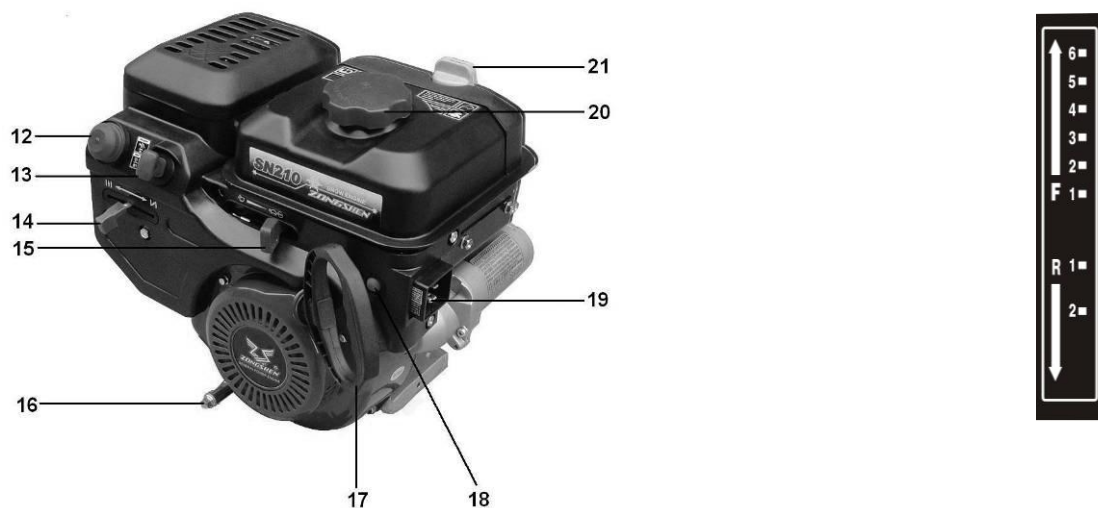

Рисунок 9. Основные элементы управления двигателем
6. Подключите кабель к распределительной коробке на двигателе. Подсоедините другой конец кабеля к розетке с заземлением бытового электроснабжения с напряжением 230 В. Смотрите Рисунок 9.